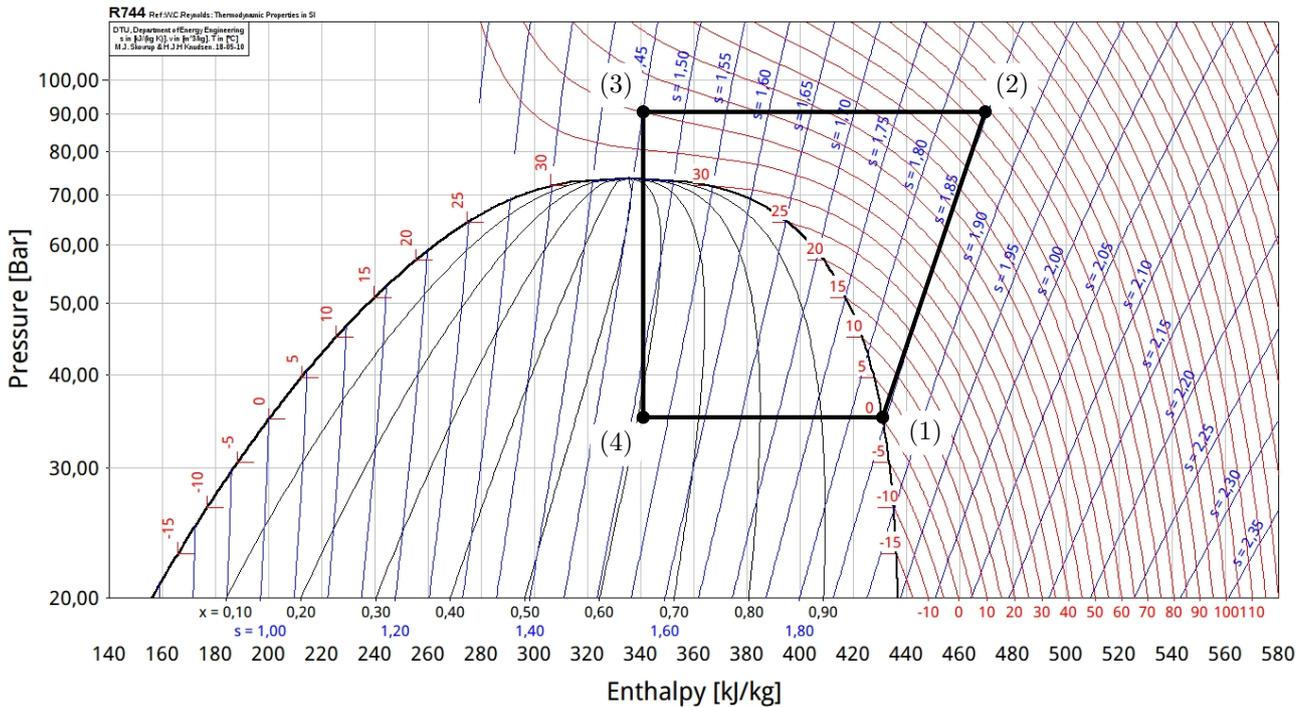

Figure 1 – Diagramme des frigoristes du CO2.
**2** Le cycle est représenté figure 1.
• **État (1)** : on part de vapeur saturante sèche, ce qui signifie que l'état (1) est sur la courbe de saturation, à droite du domaine diphasé.
• **État (1)→(2)** : la compression est isentropique, donc suit une isentrope (courbe bleue). L'état (2) est atteint au croisement de l'isobare (horizontale)  $P = P_2 = 90$  bar.
• **État (2)→(3)** : les isobares sont horizontales. Le point (3) est atteint au croisement avec l'isotherme  $T = T_3 = 40$  °C.
• **État (3)→(4)** : aucun travail n'est échangé dans un détendeur. Comme la détente est de plus adiabatique, alors d'après le premier principe elle est isenthalpique, et se représente donc par une verticale. L'état (4) est atteint au croisement avec l'isobare  $P = P_1 = 35$  bar.
• **État (4)→(1)** : c'est une isobare, donc une horizontale jusqu'à retrouver l'état (1).